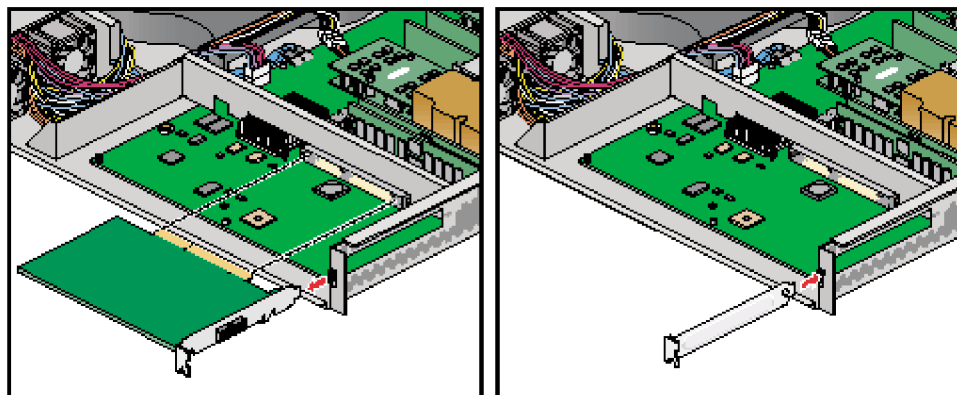

Figure 6-4 **Enlèvement d'une carte PCI/PCI-X optionnelle installée**
7. Si vous remplacez une carte PCI/PCI-X existante, retirez-la comme il est indiqué à la figure 6-4. S'il n'y a qu'un panneau vide dans la fente, passez à l'étape suivante et enlevez-le.